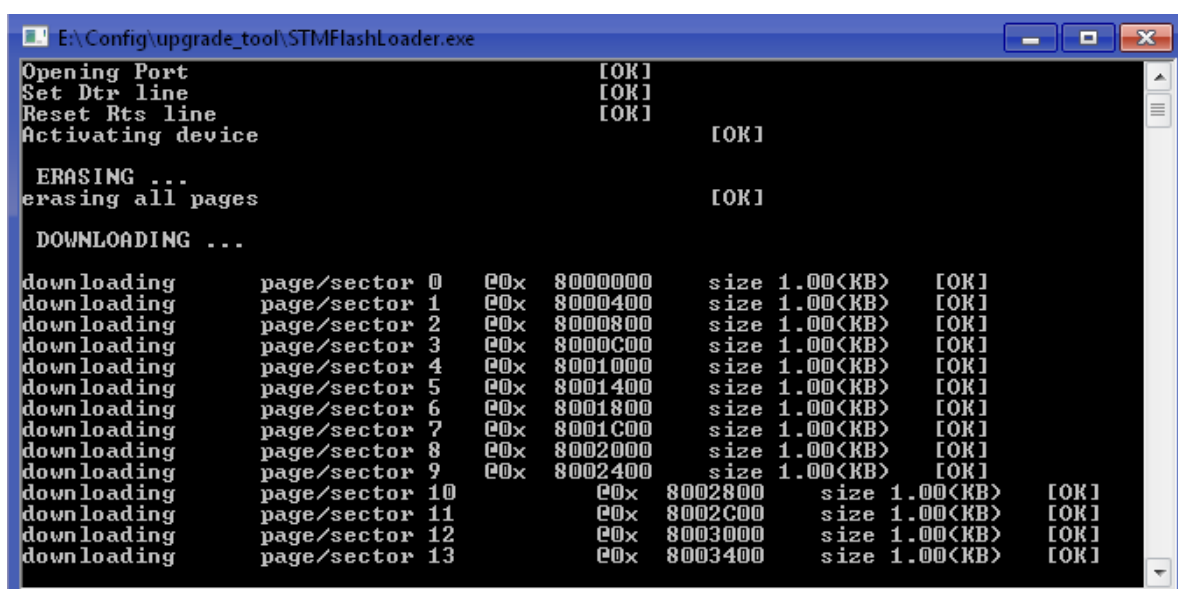

Рис. 11 – Процесс обновления
- Откроется новое окно, в котором начнется процесс обновления прошивки (Рисунок 11)